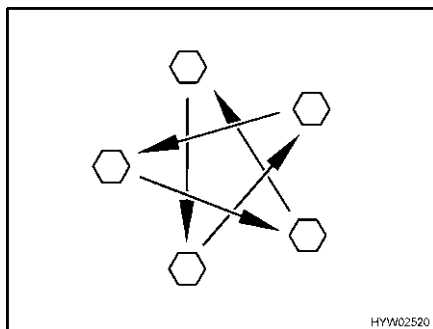

Fig. 282 Serrare a croce i dadi o i bulloni delle ruote
- Controllare regolarmente il serraggio dei dadi o dei bulloni. Regolare a croce (Fig. 282) il serraggio dei dadi o dei bulloni di una ruota sostituita dopo circa 50 km.
- ▷ Serrare a croce i dadi o i bulloni delle ruote (Fig. 282).